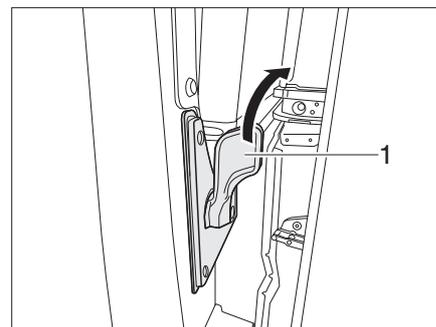

Bild 17 Schiebetür, elektrisch - Riegel innen
*Öffnen:* ■ Den Riegel (Bild 17,1) nach rechts drücken. Die elektrische Schiebetür fährt bis zum Anschlag auf.
*Schließen:* ■ Den Riegel (Bild 17,1) nach rechts drücken. Die elektrische Schiebetür schließt sich und fährt in das Türschloss.